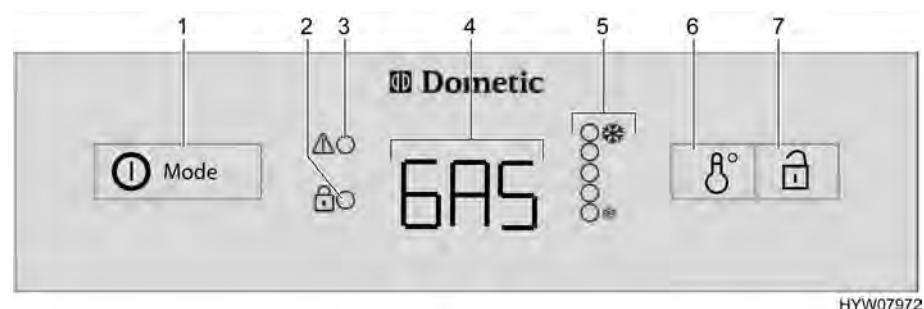

Fig. 166 Boutons de commande pour le réfrigérateur (Dometic Série 8 avec AES)
En cas de dysfonctionnement, l'indicateur DEL de dysfonctionnement "⚠" (Fig. 166,3) clignote.
Lorsque l'alimentation 230 V n'est **pas** branchée et le moteur du véhicule est à l'**arrêt**, le AES choisira automatiquement l'alimentation en gaz. Dès que le fonctionnement au gaz est activé, la veilleuse de sécurité s'ouvre automatiquement, de sorte que le gaz peut arriver au brûleur. En même temps, l'allumage électronique est connecté. Si la flamme s'éteint, p. ex. en raison d'un courant d'air, l'allumage s'active automatiquement et rallume le gaz. En cas de dysfonctionnement du régime au gaz, le texte "GAS" clignote dans le voyant de contrôle (Fig. 166,4).
Lorsque le réfrigérateur est mis en marche, il choisit automatiquement la température moyenne du thermostat. Ce réglage peut cependant être corrigé manuellement à l'aide d'interrupteur réglage de la température (Fig. 166,6). Les indicateurs DEL (Fig. 166,5) indiquent le réglage du thermostat sélectionné. La température de réfrigération de tous les trois types d'énergie est réglée par le même interrupteur. Il faudra attendre quelques heures jusqu'à ce que le réfrigérateur ait atteint sa température normale de réfrigération. Il garde toutefois son réglage de température lorsqu'on change d'un mode à un autre. La température de réfrigération est maintenue indépendamment du type d'énergie choisi.
- Appuyer sur le commutateur/sélecteur de source d'énergie (Fig. 166,1) pendant 2 secondes pour mettre l'appareil en marche. Le dernier mode de fonctionnement sélectionné est indiqué dans le voyant de contrôle (Fig. 166,4).
- Choisir le type d'énergie à l'aide du commutateur/sélecteur de source d'énergie (Fig. 166,1).
- Régler la température de refroidissement sur l'interrupteur de réglage de la température (Fig. 166,6). Les indicateurs DEL (Fig. 166,5) indiquent le réglage du thermostat sélectionné.
- Appuyer pendant 2 secondes sur le commutateur/sélecteur de source d'énergie (Fig. 166,1). Tous les indicateurs s'éteignent.